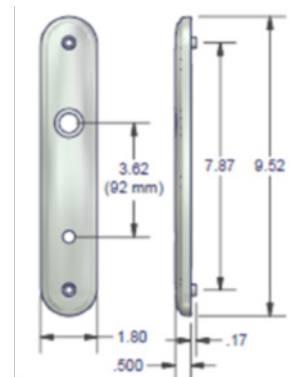

Figura 15
**Nota:** Dimensiones del plato escudo se muestra en la figura 15 Puede utilizarse origen alternativo para el equipo.